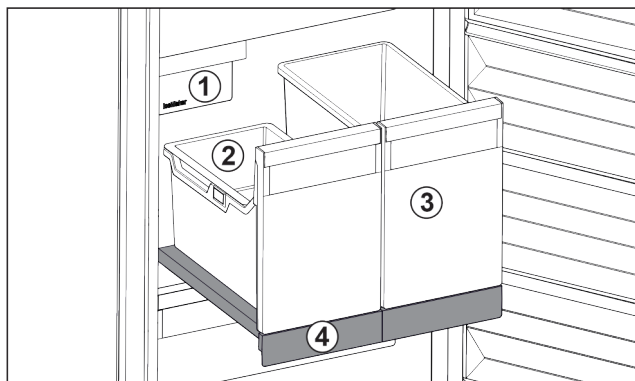

Fig. 122 Utdragshylla med IceTower
- (1) IceMaker
- (2) Hängande fack för istärningar
- (3) Behållare för t.ex. pizza, alkoholhaltiga drycker
- (4) Utdragshylla
Det finns två stora behållare på utdragshyllan (IceTower). I behållaren Fig. 122 (2) lagras och samlas istärningar från IceMaker. Behållaren Fig. 122 (3) är avsedd för förvaring av höga livsmedel som pizzor eller alkoholhaltiga drycker.